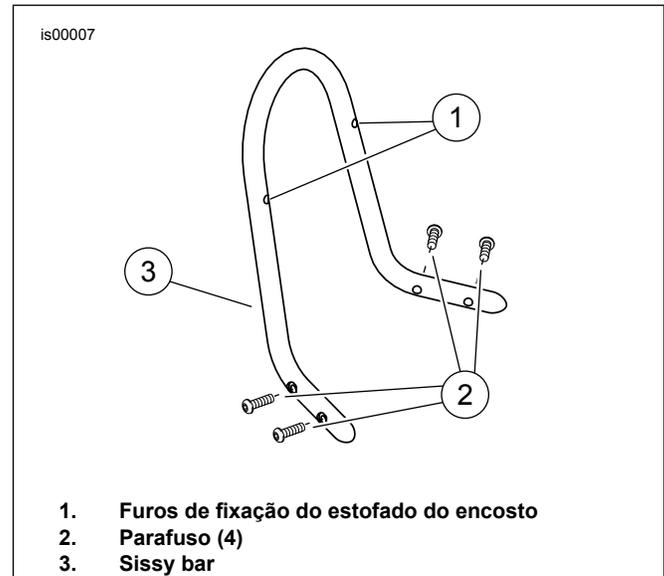

Figura 1. Encosto Sissy bar e parafusos
3. Veja a Figura 1. Alinhe os dois furos de montagem do estofado no encosto vertical da Sissy bar com as duas inserções rosqueadas no estofado do encosto.